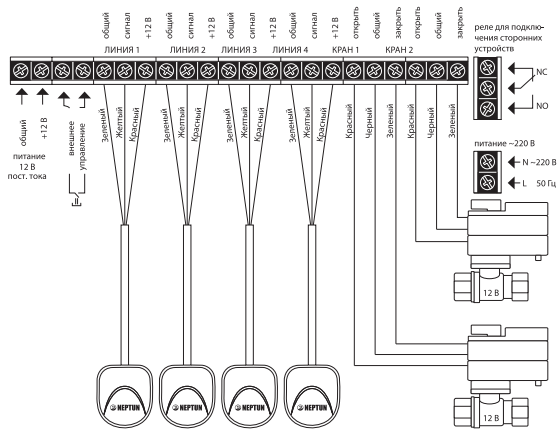

Рис. 3. Схема подключения кранов с электроприводом серии Neptun Bugatti Pro 12 B к модулю управления Neptun ProW
Модуль управления Neptun ProW имеет (см. рис. 3 на стр. 16):
- К модулю управления Neptun ProW подвести фазу и ноль согласно схеме подключения (рис. 3), которая изображена на внутренней стороне крышки прибора.
4. Выполните соединение проводов в соответствии со схемой подключения, в зависимости от того, какие шаровые краны с электроприводом вы используете (рис. 3). При необходимости, для ввода проводов в коммутационный отсек удалите пластиковую заглушку, расположенную в нижней части корпуса прибора при помощи отвёртки.